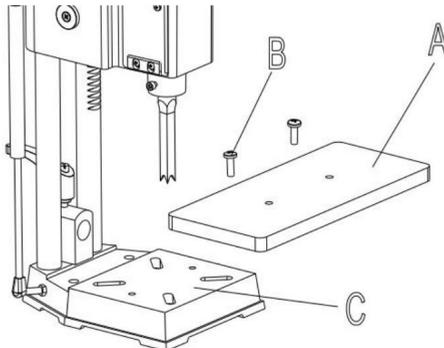

Abb. 6
1. Montieren Sie den Tisch (A) Abb. 6 mit den beiden M6x1x35mm Flachkopfschrauben
2. Der Tisch (A) Abb. 6 kann durch Lösen der beiden Schrauben (B) nach innen oder außen verschoben werden.